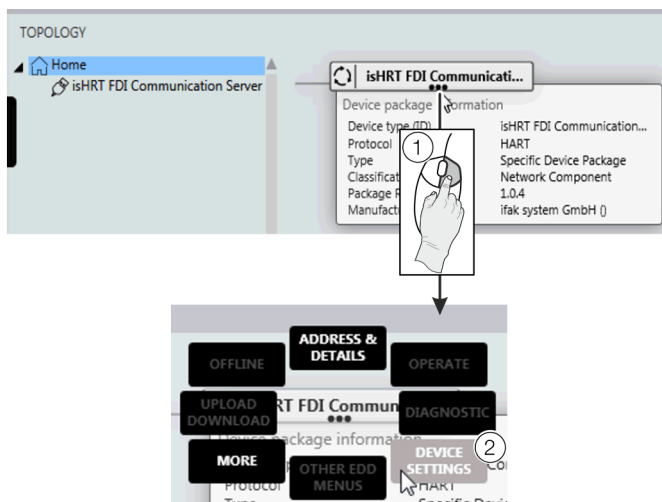

Figura 29: Selecionar FIM – “Device Settings”
6. Clicar com o botão direito do rato em ① como indicado na **Figura 29**.
7. Selecionar “DEVICE SETTINGS” ② como indicado na **Figura 29**.